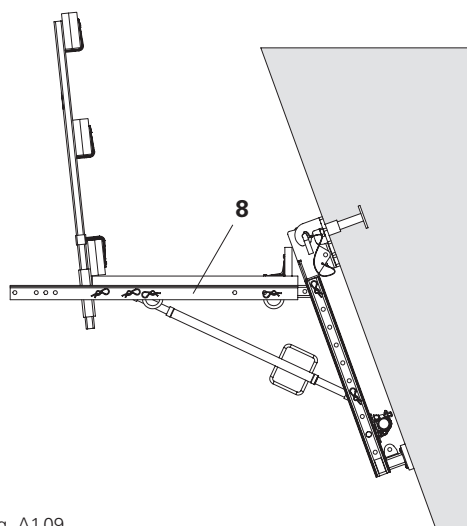

Fig. A1.09
Montante cassaforma VGK 120 (8) come corrente piattaforma (Fig. A1.09)